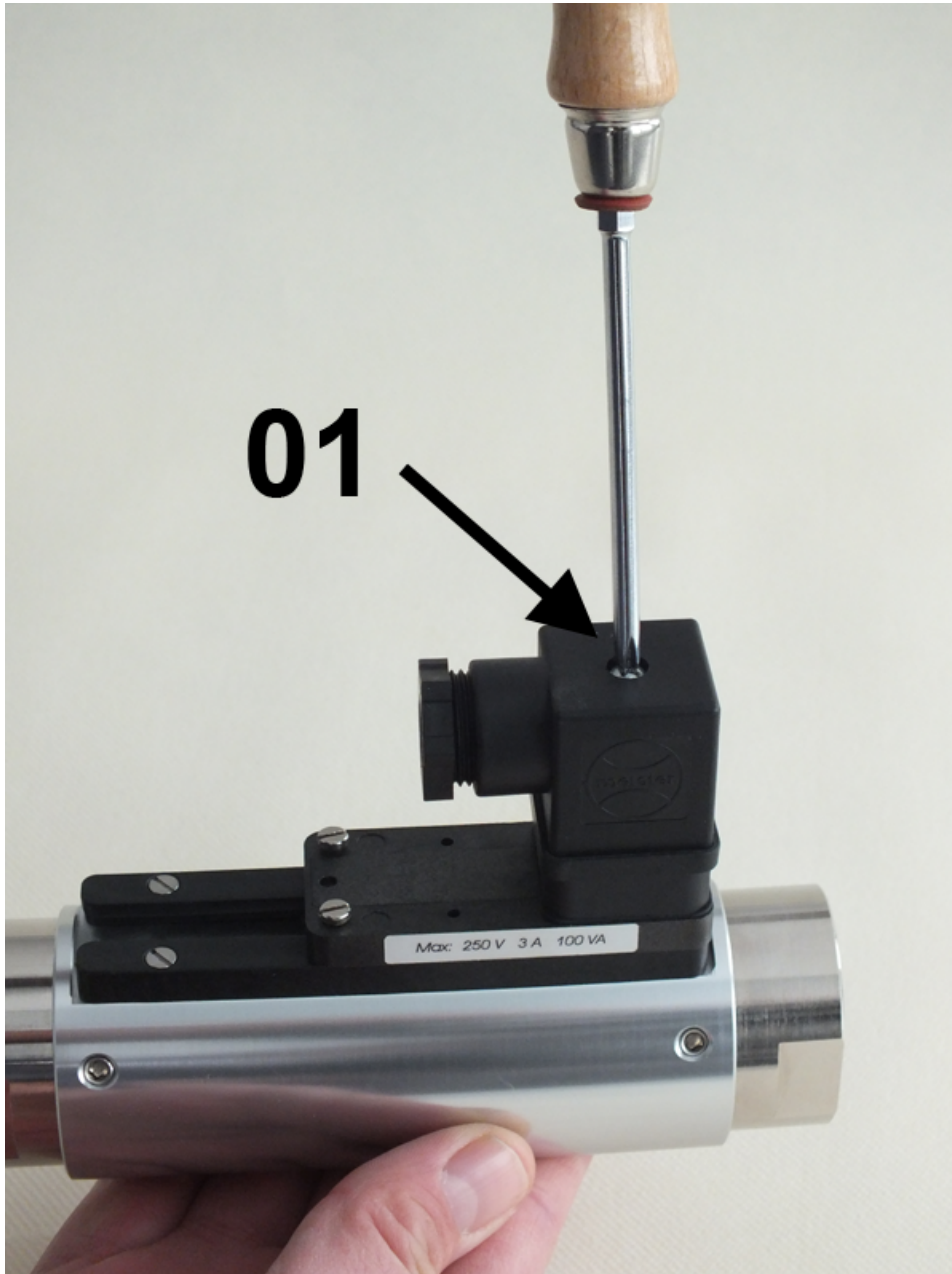

Abb. 59: Steckerdose lösen
1. Mit einem Schlitzschraubendreher die Befestigungsschraube (Abb. 59/01) der Steckerdose lösen